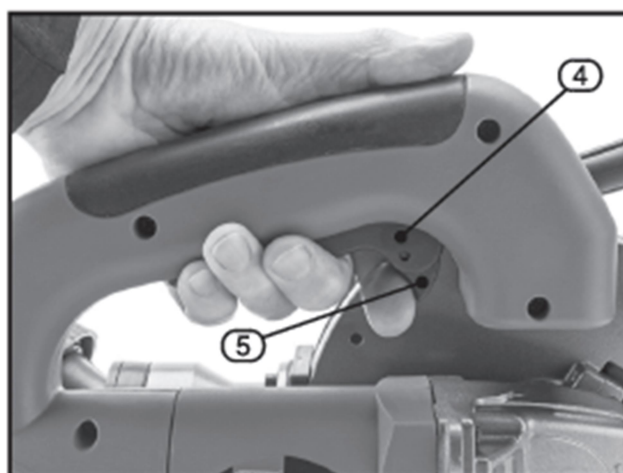

FIG.9
### WŁĄCZANIE/WYŁĄCZANIE (Fig.9)
**UWAGA!** Urządzenie przesuwają i ciągną z kierunku wskazanym przez strzałkę ( fig.9). Nigdy nie przesuwaj urządzenia w innym kierunku, ryzyko uszkodzenia lub odrzutu.